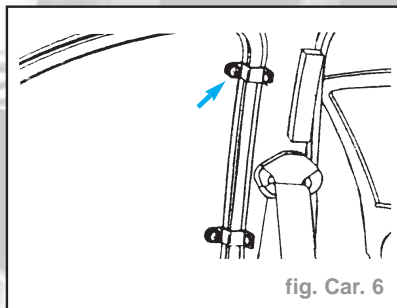

fig. Car. 6
- Déposer la vitre (deux vis) (fig. Car. 6).